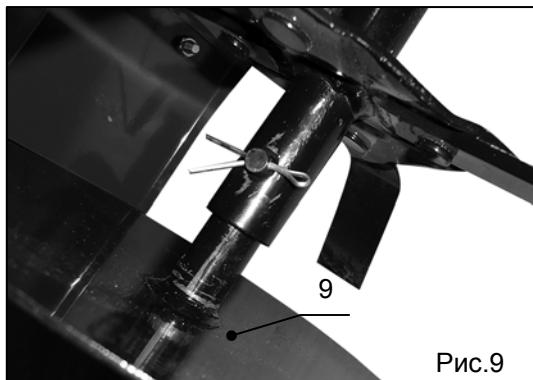

Рис.9
3. Установите на фрезы боковые диски (поз.9, рис.9) и зафиксируйте их положение при помощи штифтов.